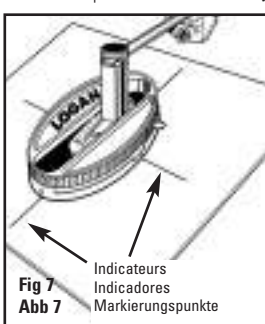

Fig 7
- 3. Aligner les points de l'indicateur sur le support avec les lignes croisées dessinées sur le passe-partout. Enfoncer le support de sorte que les goujons s'enfoncent complètement dans le passe-partout. Fig. 7
- 3. Alinee los puntos indicadores en la base con las líneas cruzadas dibujadas en la lámina perimétrica. Empuje hacia abajo la base de modo que las púas se hundan completamente en la plancha de lámina perimétrica. Fig. 7
- 3. Richten Sie die Grundplatte des Schneiders so auf dem Karton aus, dass die Markierungspunkte der Platte mit den Hilfslinien übereinstimmen. Drücken Sie fest auf die Grundplatte, so dass die Positionierungsmodeln der Grundplatte in den Karton einstecken. (Abb. 7)